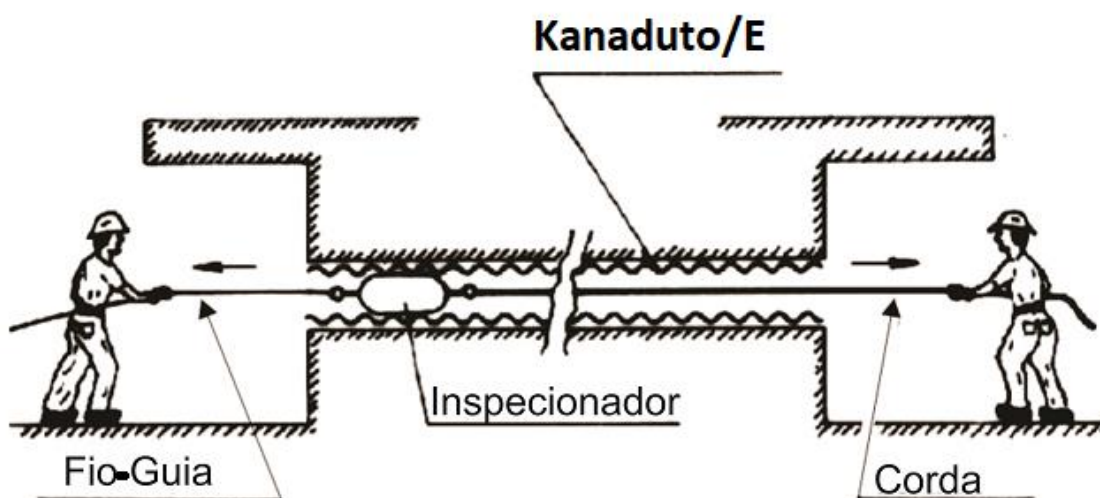

Figura 6
- Em seguida, puxamos o fio guia e introduzimos o inspeccionador pelo interior do duto, até atingir a outra extremidade (Figura 6).